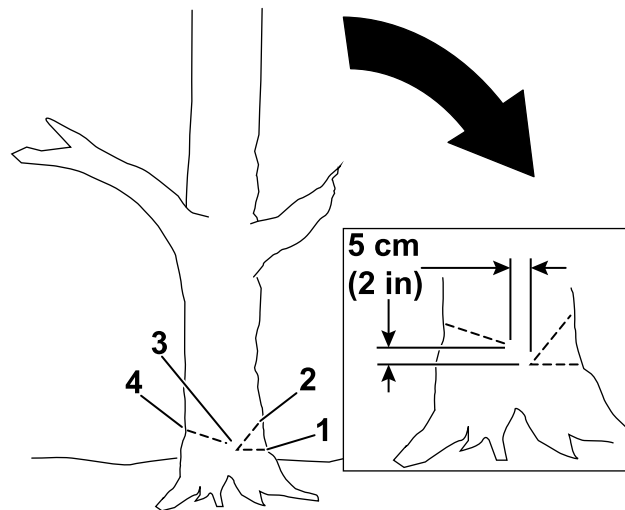

Figure 16
- Commencez par couper le tiers du diamètre de l'arbre, du côté où vous voulez qu'il tombe (Figure 16).
- Faites une deuxième coupe pour former une encoche, en commençant à au moins 5 cm au-dessus de la première coupe (Figure 16).
- Faites la coupe d'abattage du côté opposé à l'encoche, à peu près 5 cm plus haut que le bas de l'encoche, comme montré à la Figure 16.
**Important:** Arrêtez la troisième coupe 2,5 à 5 cm avant l'encoche pour former une charnière entre les coupes (Figure 16), ce qui empêche l'arbre de s'abattre dans la mauvaise direction ou de pivoter dans sa chute.
**Remarque:** Quand la coupe d'abattage se rapproche de la charnière (Figure 16), l'arbre devrait commencer à tomber.